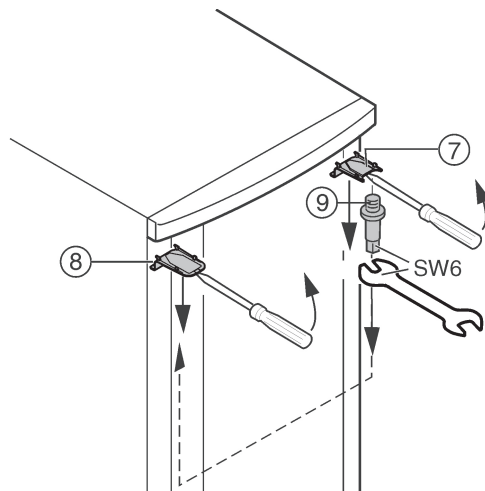

Fig. 6
- ▶ Odstraňte kryt Fig. 6 (7) a kryt Fig. 6 (8) šroubovákem vpředu uvolněte ze západek a odstraňte pohybem šikmo směrem dolů.
- ▶ Vyšroubujte ložiskové čepy Fig. 6 (9) a na protější straně zašroubujte silou (4 Nm).
- ▶ Namontujte opět kryt Fig. 6 (7) na straně ložiskového čepu: vzadu nasadte, vpředu nechte zaskočit do západek.
- ▶ Namontujte opět kryt Fig. 6 (8) na protější straně: vzadu nasadte, vpředu nechte zaskočit do západek.
- ▶ Zavěste dveře nahoře do ložiskového čepu Fig. 6 (9).